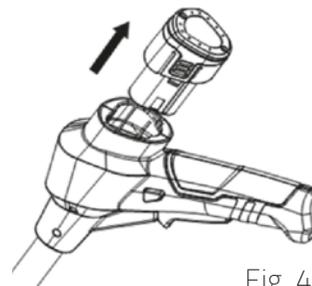
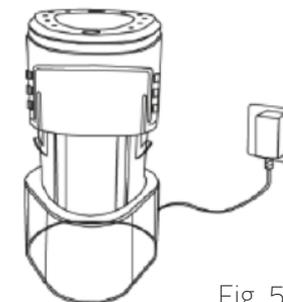

Fig. 4
Fig. 5
### Charge (Fig. 4, Fig. 5)
1. Retirez la batterie de l'outil. Appuyez sur les boutons d'éjection des deux côtés de la batterie, tout en la faisant sortir dans le sens de la flèche (Fig. 4).
2. Introduisez la batterie dans le chargeur, comme le montre la Fig. 5.